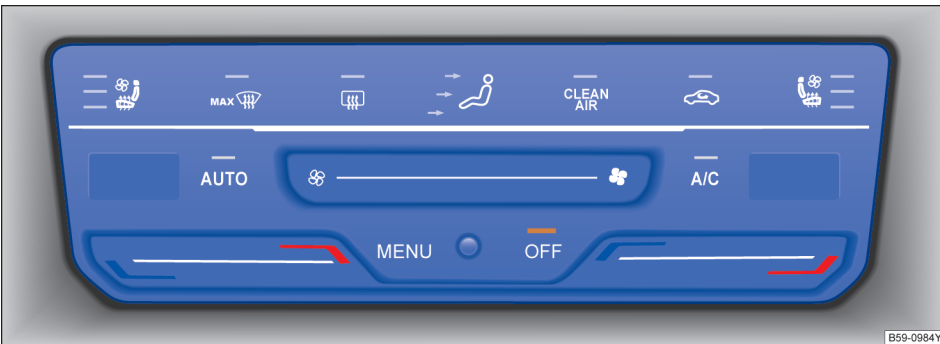

图 114 在中控台上部内：全自动空调的操作元件
- 触摸按钮 **OFF** → 图 114。
触摸按钮  → 图 114 调整气流分配：
触摸按钮  → 图 114 可尽快将前窗玻璃除霜并除去水雾（除霜功能）：
按下操作面板中的按钮  → 图 114。
- 按下操作面板中的按钮 → 图 114。